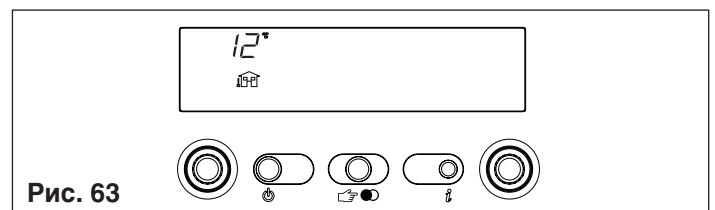

Рис. 63
**Info 1** только при подключенном внешнем (уличном) датчике, отображается уличная температура (например, 12°С) (рис. 63).